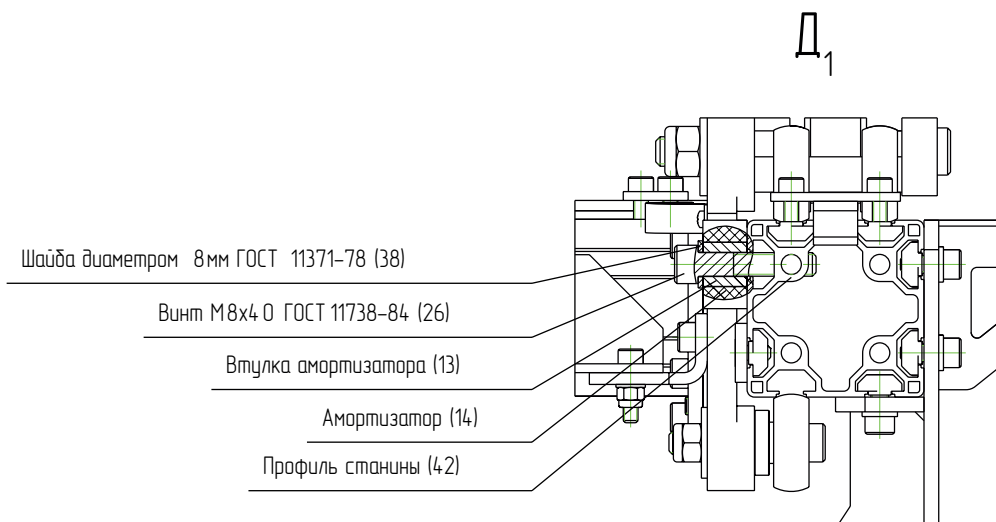

Рисунок 41 — Крепление амортизатора к профилю станины.
10. Вставить втулки амортизаторов (поз. 13) в амортизаторы (поз. 14) и прикрепить к профилям станины (поз. 42) с помощью винтов М8х40 ГОСТ 11738-84 (поз. 26) и шайб диаметром 8 мм ГОСТ 11371-78 (поз. 38) (см. рис. 41, 44, 45, 47, 48).